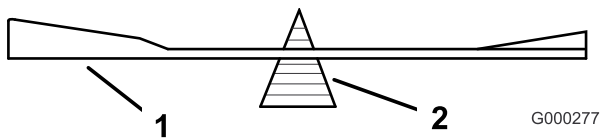

Figura 52
2. Verifique el equilibrio de la cuchilla colocándola sobre un equilibrador de cuchillas (Figura 52). Si la cuchilla se mantiene horizontal, está equilibrada y puede utilizarse. Si la cuchilla no está equilibrada, rebaje algo el metal en la parte de la vela solamente (Figura 52). Repita este procedimiento hasta que la cuchilla esté equilibrada.